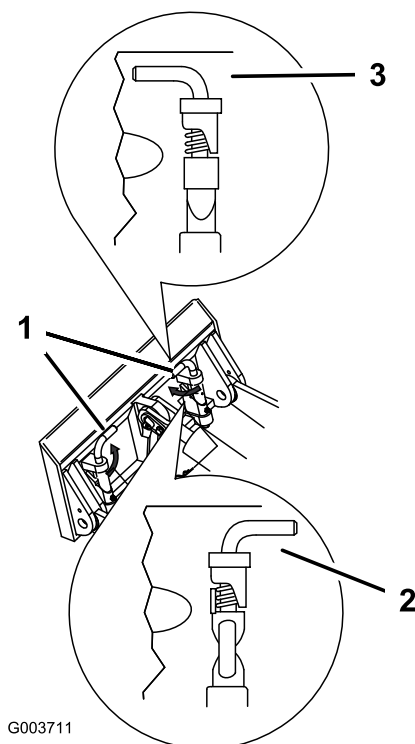

Figura 21
7. Inserite i perni ad attacco rapido, verificando che siano completamente inseriti nella piastra di appoggio (Figura 21).